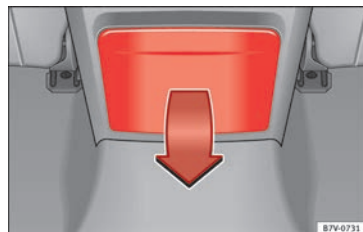

Abb. 115 In der Mittelkonsole hinten: Getränkehalter aufklappen
- Zum *Öffnen* Getränkehalter in Pfeilrichtung » **Abb. 115** nach unten klappen.